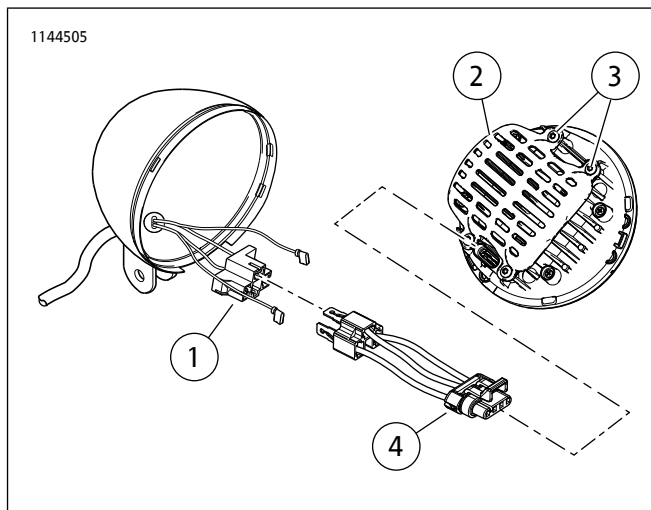

图7。线束安装-2017年款及之前软尾和FLD
1. 参见图 7。从前灯背面拆下盖(2)和四个螺丝(3)并丢弃。
2. 仅针对安装灯罩(FLD和软尾(不带Freight Train灯罩))：参见图7。从前灯背面拆下盖(2)和四个螺丝(3)并丢弃。